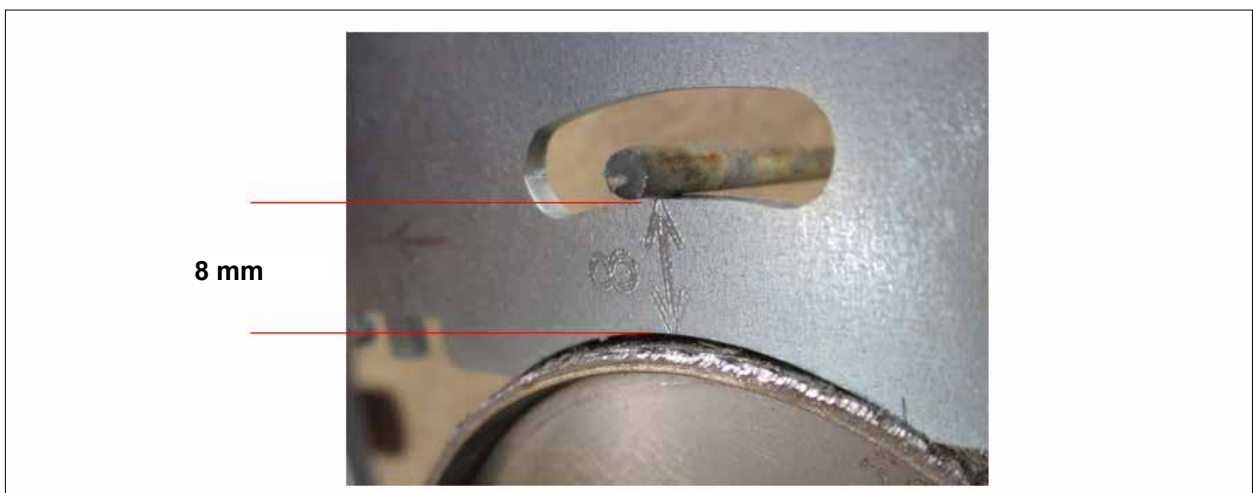

Abb. 5.13 Abstand Ionisationselektrode mit Wartungswerkzeug
- ▶ Abstände gemäß Abb. 5.13 prüfen.